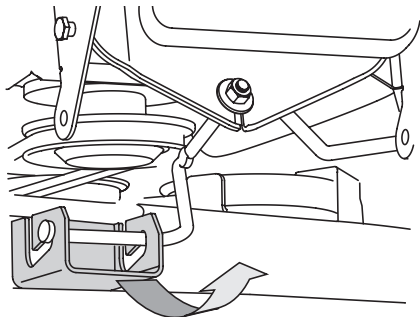

Figure 32
- Pour les plateaux de coupe de 38 po, faites glisser le plateau de coupe vers l'avant du tracteur tout en dégageant le support avant des crochets. Voir Figure 32.